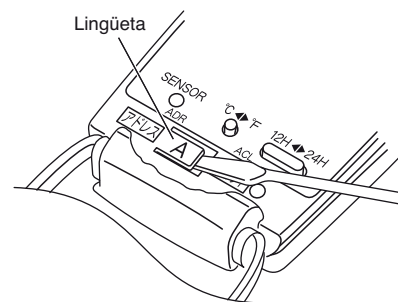
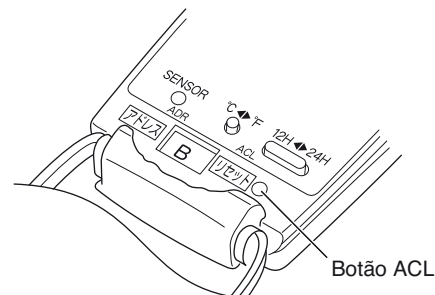
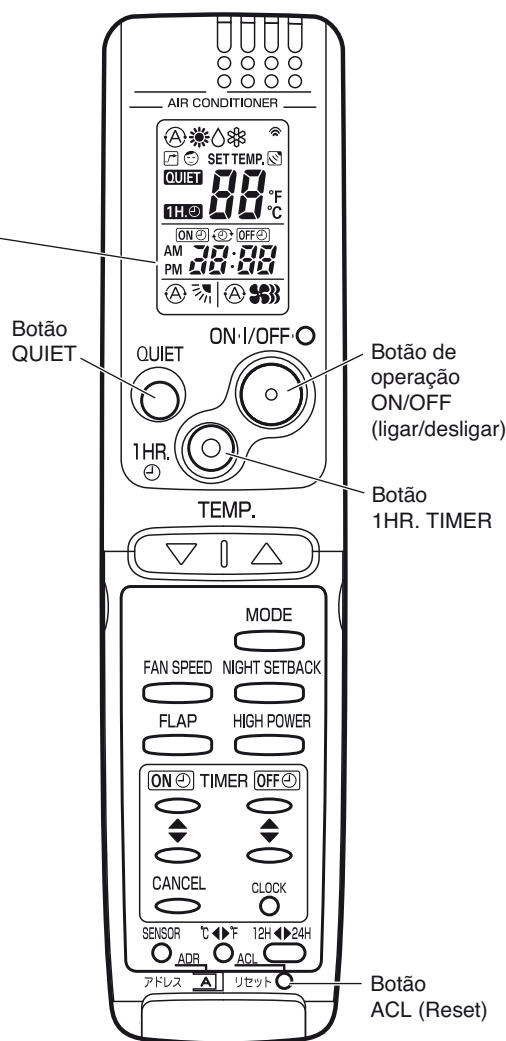

Fig. 62
Fig. 63
Fig. 64
- (1) Ligue a fonte de energia.
- (2) Parta a lingüeta de definição do endereço marcada com "A" no segundo controle remoto para alterar o endereço (Fig. 62). Ao retirar a lingüeta, o endereço será definido automaticamente para B (Fig. 63).
- (3) Mantenha pressionados o botão QUIET e o botão 1HR. TIMER no controle remoto. Logo, mantenha o botão ACL (Reset) pressionado com um objeto pontuado tal como a ponta de uma caneta. Após 5 segundos, solte o botão ACL primeiro e, em seguida, solte os botões QUIET e 1HR. TIMER. "oP-1" (Teste de funcionamento) aparece intermitente na área de exibição do relógio do controle remoto.
- (4) Cada vez que o botão 1HR. TIMER for pressionado, o mostrador mudará como mostrado abaixo. Pressione este botão 2 vezes para alterar a exibição para "oP-7" (definição do endereço). (Fig. 64)
- (5) Agora "oP-7" foi selecionado para a definição do endereço.
- (6) Pressione o botão de operação ON/OFF no controle remoto. (Fig. 64) Certifique-se de que o som de "bipe" de recepção do sinal seja emitido pela segunda unidade interior (aproximadamente 5 vezes). O som ouvido é o sinal de mudança do endereço do controle remoto.
- (7) Finalmente, pressione o botão ACL (Reset) no controle remoto para cancelar a exibição "oP-7" intermitente. (Fig. 64)